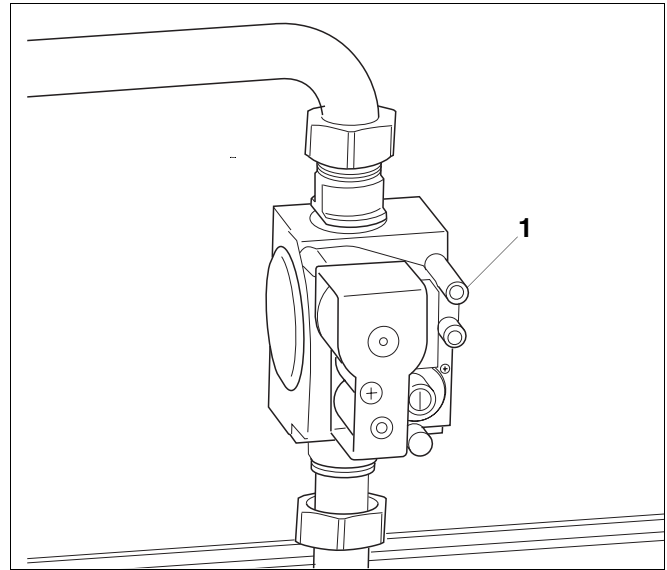

Abb. 25 Gasarmatur „SIT“ 840 Sigma
- Verschlusschraube am Prüfnippel für Gasanschluss und Entlüftung (Abb. 25, Pos. 1) um zwei Umdrehungen lösen und Schlauch aufstecken.